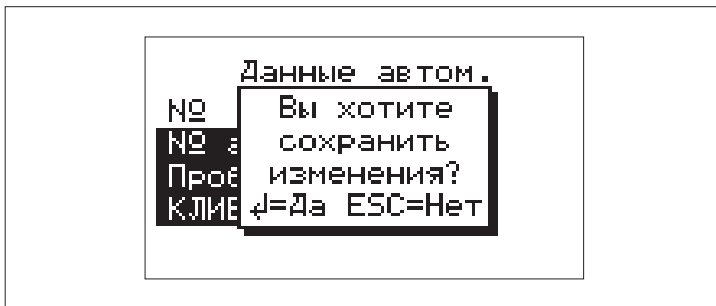

Рисунок 074
**(Рисунок 074)****Особенность:**